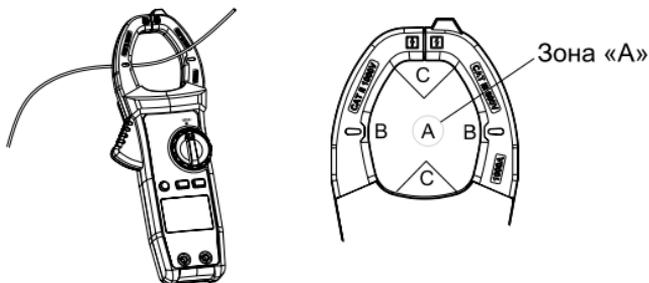

Рис. 3 Измерение силы переменного тока
- 1) Установите переключатель в режим измерения переменного тока и нажмите кнопку, раскрывающую клещи. Обхватите клещами проводник, который нужно измерить, затем медленно полностью закройте клещи. Убедитесь, что измеряемый проводник находится между жабками по центру (см. рис. 3). Проводите измерения только на одном проводнике, измерение на двух и более проводниках приведет к некорректным результатам.
- Убедитесь, что измеряемый проводник находится в центре пространства между зажимами (как на Рис. 3 – зона А), в противном случае возможна дополнительная ошибка в показаниях до  $\pm 2,0\%$  (зоны В и С).